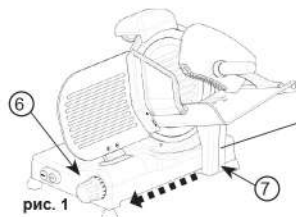

рис. 2
- Толкните каретку (7) к рукоятке (6) и проверните каретку (7) - рис. 2 / 3.